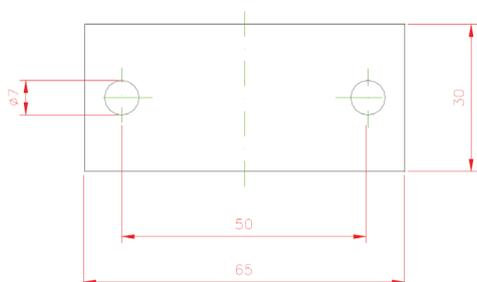

Рис. 2 - Сверлильная схема для скобы для крепления трубы
- Завинтить двойной ниппель (**Рис. 2/1**), используя в качестве уплотняющего элемента круглое кольцо 12х2.
- Развернуть поставленную медную трубу (**Рис. 2/2**) и согнуть её в соответствии с условиями на месте, при этом для «горизонтальных» участков необходимо предусмотреть уклон в мин. 15°.
- Соединить трубопровод (**Рис. 2/2**) и двойной ниппель (**Рис. 2/1**):